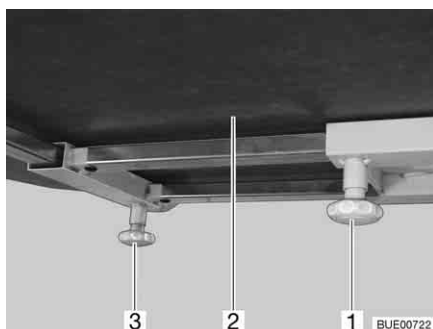

Fig. 102 Deslocar o tampo da mesa (alternativa)
- Desaperte o parafuso de cabeça estriada (Fig. 102,1).
- Empurre o tampo da mesa (Fig. 102,2) para a posição pretendida.
- Desaperte o parafuso de cabeça estriada (Fig. 102,3).